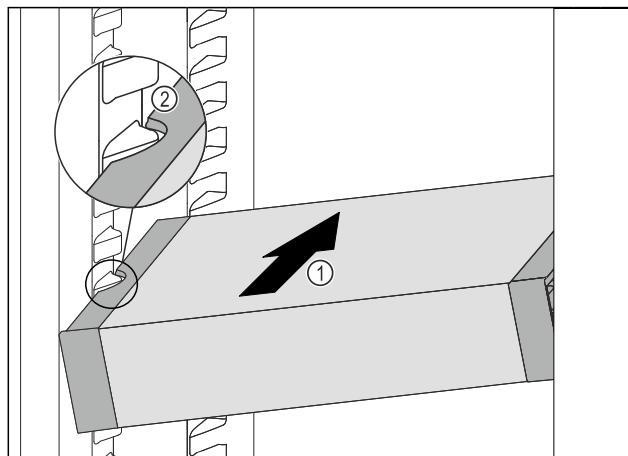

Fig. 48
- ▶ VarioSafe gurajte koso u hladnjak Fig. 48 (1) sve dok se bočni otvori Fig. 48 (2) VarioSafe ladice ne nađu na visini žlijeba spremnika u hladnjaku.